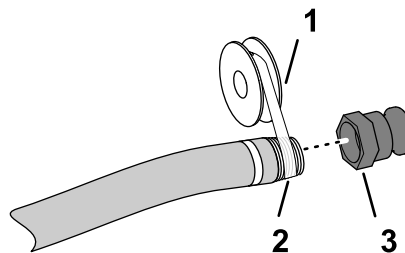

Figura 4
5. Applicare dei frenafili in PTFE (Figura 4) sulla filettatura del raccordo del flessibile di riempimento (1" NPT).
6. Avvitare il disaccoppiamento rapido sul tubo di riempimento e serrarlo a mano (Figura 4).